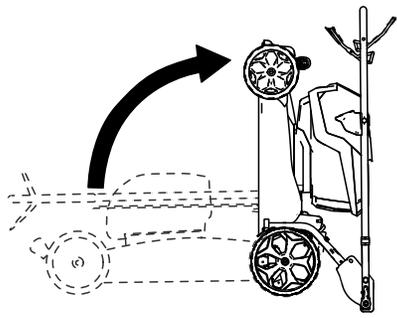

Bild 20
5. Klappen Sie den Holm nach vorne in die ganz nach vorne geklappte Stellung, wie in Bild 20 dargestellt.
6. Heben Sie die Vorderseite der Maschine am Holm an und stellen sie in den Lagerplatz (Bild 20).